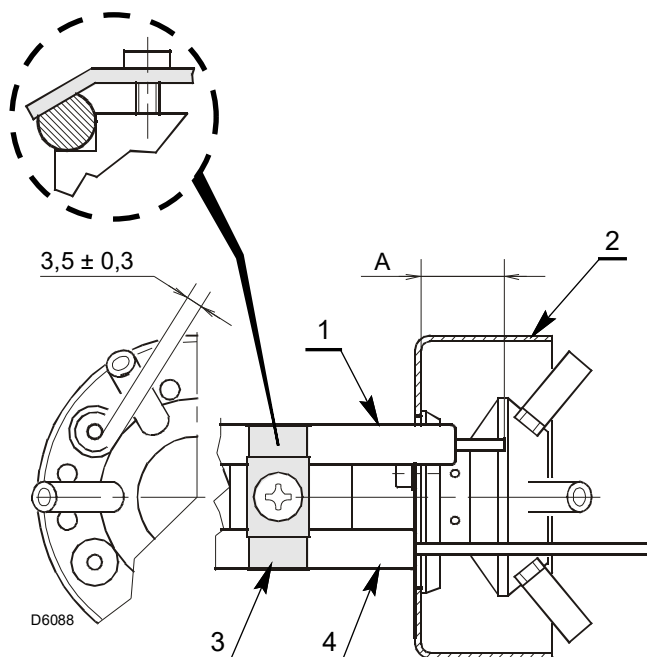

Рис. 14
- Убедитесь в том, чтобы пластинка 3)(Рис. 14) лежала на плоской поверхности электрода 1).